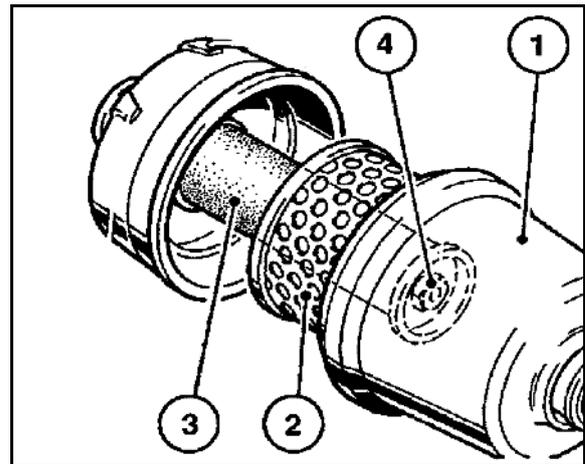

Fig. 170
1. Spannrolle (Fig. 170/1) mit Steckschlüssel (Fig. 170/3) in Pfeilrichtung drücken bis ein Haltestift  $\varnothing 6\text{mm}$  (Fig. 170/4) in der Montagebohrung fixiert werden kann.
Keilrippenriemen (Fig. 170/2) ist jetzt spannungsfrei.
2. Keilrippenriemen (Fig. 170/2) zuerst von der kleinsten Rolle bzw. von der Spannrolle abziehen.
4. Neuen Keilrippenriemen (Fig. 170/2) auflegen.
6. Keilrippenriemen mittels Spannrolle und Steckschlüssel (Fig. 170/3) neu spannen. Prüfen, ob der Keilrippenriemen richtig in seiner Führung aufliegt.